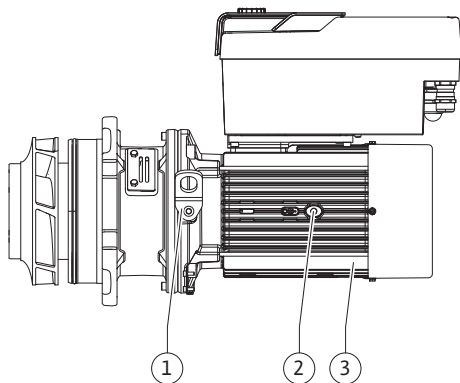

Fig. 112: Behelyezhető készlet
13. Vezesse be a behelyezhető készletet (lásd: Fig. 112) a szivattyúházba a régi vagy egy másik, kívánt ferde helyzetben. Tartsa be az alkatrészek megengedett beépítési helyzetét (lásd a „Megengedett beépítési helyzet és az alkotórészek elrendezésének módosítása a telepítés előtt” [▶ 28] fejezetet).